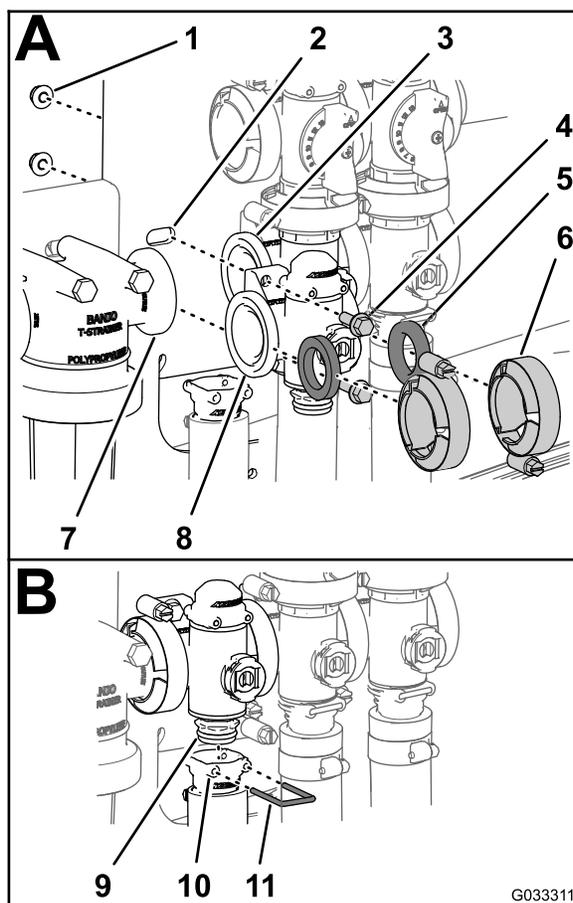

图75
- 在喷洒率控制阀歧管凸缘与压力式滤头之间放一个垫片图75中的A。
- 以手动夹紧夹具的方式组装喷洒率控制阀歧管、垫片和压力式滤头图75中的A。
- 在喷洒率控制阀凸缘与搅拌阀歧管之间放一个垫片图75中的A。
- 以手动夹紧夹具的方式组装喷洒率控制阀歧管、垫片和搅拌阀歧管图75中的A。
- 使用在拆下喷洒率控制歧管阀(页码54)的第3步卸下的2个凸缘头螺栓和2个凸缘锁紧螺母图75中的A将喷洒率控制阀组装到阀安装座上上紧螺母和螺栓扭矩至 1,0171,243N·cm。
- 将出口接头组装到歧管阀的下端盖接头上图75中的B。
- 将卡环插入出口接头的插槽从而将端盖接头固定至出口接头图75中的B。